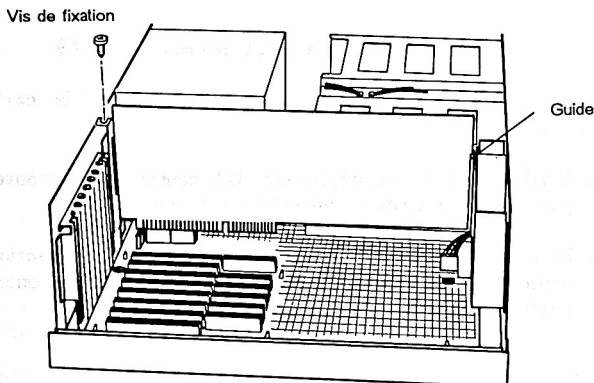

Figure 2
5. Retirez la vis de fixation et la plaque de la fente 8, comme il est indiqué sur la Figure 2. La plaque peut être mise au rebut, mais gardez la vis pour fixer la carte.
6. Glissez la carte dans sa position en faisant attention que le connecteur latéral s'engage complètement dans celui qui se trouve dans la base du PC. Fixez la carte à l'aide de la vis que vous avez retirée à l'action 5; voyez la Figure 2).